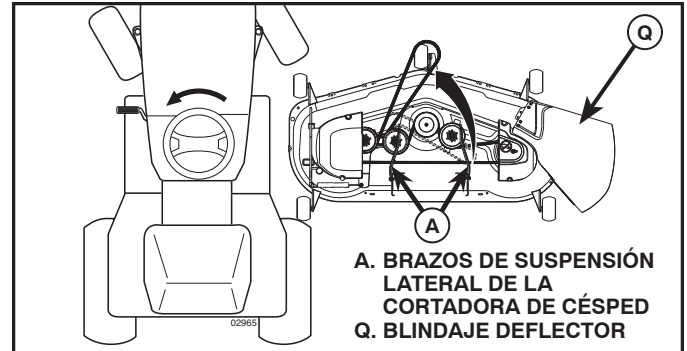

Fig. 8
4. DESLICE LA CORTADORA DE CÉSPED DEBAJO DEL TRACTOR (Vea Fig. 8)